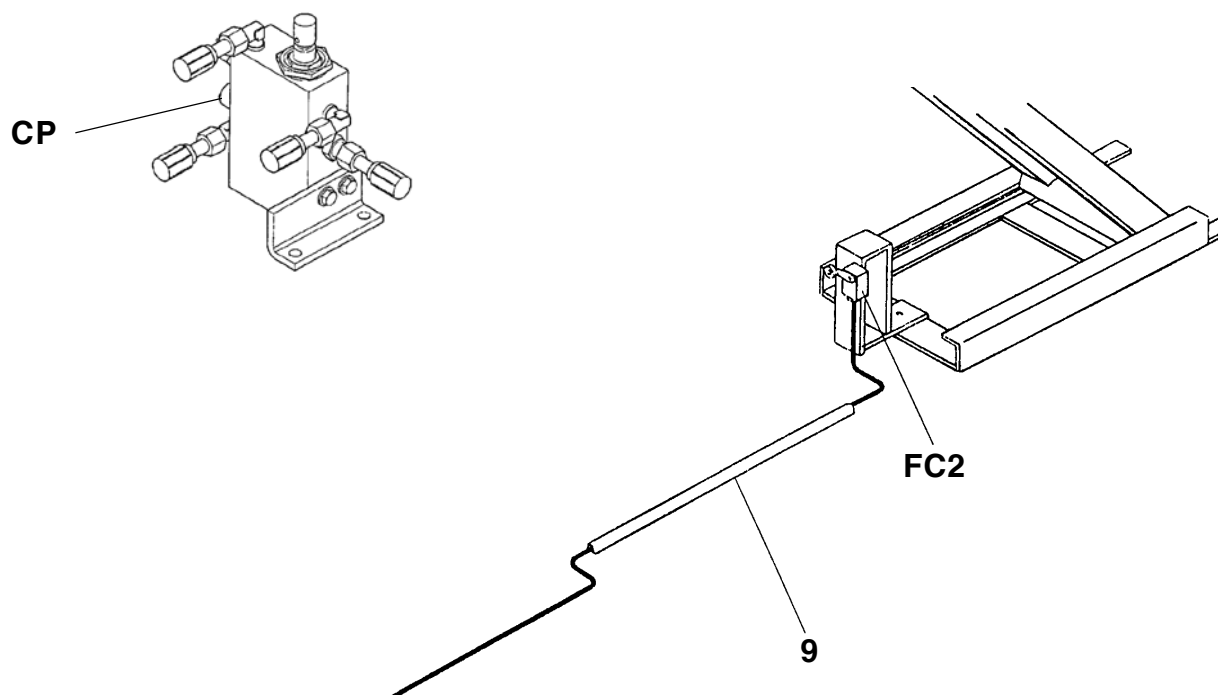

Fig. 28
4.7.2 SF635-640-650-660...1-2_1.55-2.55 (I)
Collegare i cavi presenti in centralina al pressostato (CP) (vedi Fig.28).
Posizionare il micro FC2 sotto alla pedana P1, infilare il cavo nella canalina (1 Fig.28) e collegarlo alla morsettiera nella centralina (vedi Fig.26). Fissare la canalina al suolo con gli appositi tasselli.
Connect the leads in the control unit to pressure switch (CP) (see fig. 28).
Place the microswitch FC2 below platform P1, fit the cable in the cableway (1 Fig. 28) and connect it to the terminal board in the control unit (see Fig. 26). Fasten the cableway to the floor using the plugs provided.
Die im Schaltschrank vorhandenen Kabel an den Druckwächter (CP) (siehe Abb. 28). Den Mikroschalter FC2 unter der Fahrbahn P1 positionieren, das Kabel in die Kabelführung verlegen (1 Abb. 28) und an die Klemmleiste im Schaltschrank anschliessen (siehe Abb. 26). Die Kabelführung über die dazu vorgesehenen Dübel am Fussboden verdübeln.
Connecter les câbles du pupitre de commande au pressostat (CP) (voir Fig. 28).
Positionner le microrupteur FC2 sous le chemin de roulement P1, introduire le câble dans le cheminement (1 Fig. 28) et le raccorder à la barrette de connexion située dans le pupitre de commande (voir Fig. 26). Fixer le cheminement au sol au moyen des vis tamponnées spéciales.
Conecte los cables situados en el panel de mando al presostato (CP) (ver Fig. 28).
Coloque el microinterruptor FC2 debajo de la plataforma P1, enfilar el cable en el conducto (1 Fig. 28) y conectarlo al tablero de bornes del panel de mando (ver Fig. 26). Fije el conducto en el suelo con los tacos apropiados.